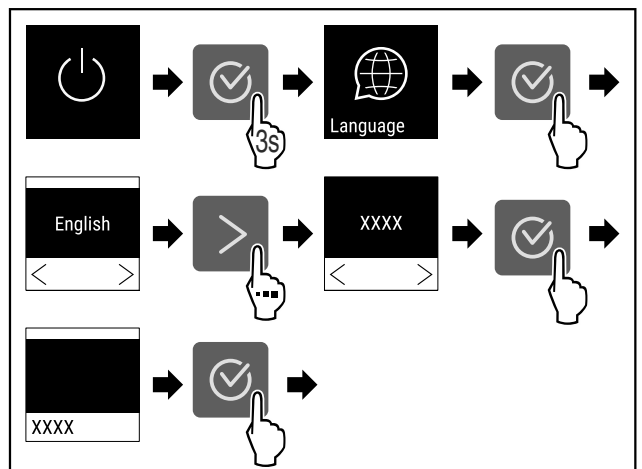

Fig. 54
- ▶ Følg anvisningene (se Fig. 54).